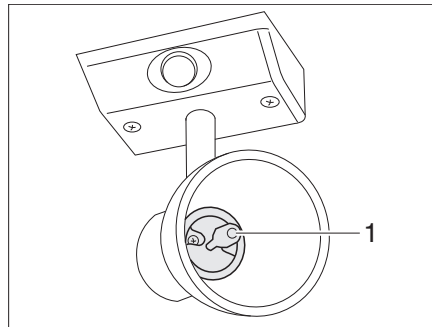

Fig. 106 Faretto alogeno (con calotta in vetro)
- Togliere la lampada alogena ad incandescenza (Fig. 106,1) dal supporto, tirandola in avanti.